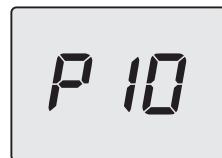

Figura 5.70
- Scorrere i vari parametri utilizzando i tasti 49 (indietro) o 51 (avanti) fino a far apparire sul display LCD le lettere **P10** che si alternano con il valore del parametro (Figura 5.70).